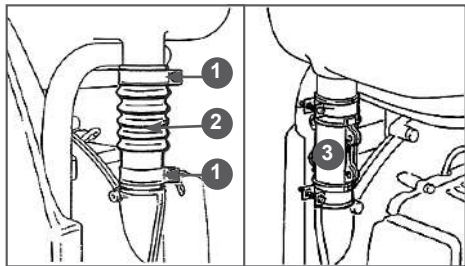

Рис. 12 Замена гибкого шланга подачи воздуха на кожух
5. Ослабьте крепления хомутов 1 (Рис. 12) на гибком шланге 2 подачи воздуха в бак (хомуты будут снова использоваться) и удалите гибкий шланг подачи воздуха. Соедините вместе две половины кожуха 3 и прикрепите их к баку и к корпусу вентилятора хомутом 1.